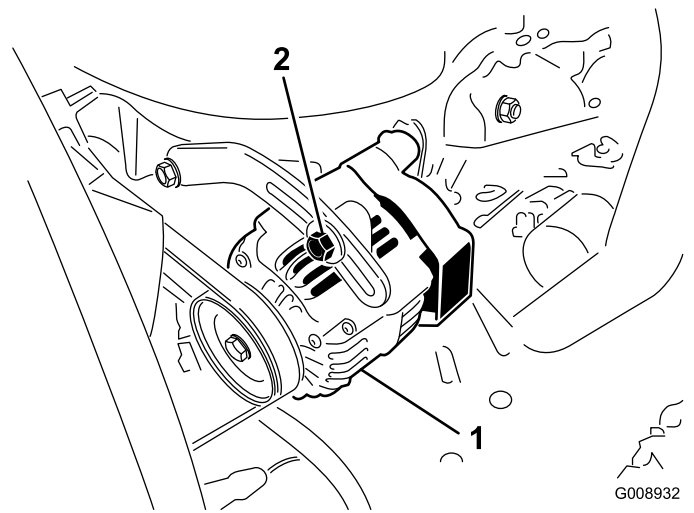

**Figura 60**
5. Utilice una llave de carraca en el orificio cuadrado del brazo tensor para aliviar la tensión del muelle tensor (Figura 60).
7. Pase la correa nueva alrededor de las poleas del cortacésped (Figura 60).
8. Asegúrese de que los extremos del muelle están asentados en las ranuras de anclaje, y usando una llave de carraca en el orificio cuadrado, instale la correa alrededor de la polea tensora (Figura 60).